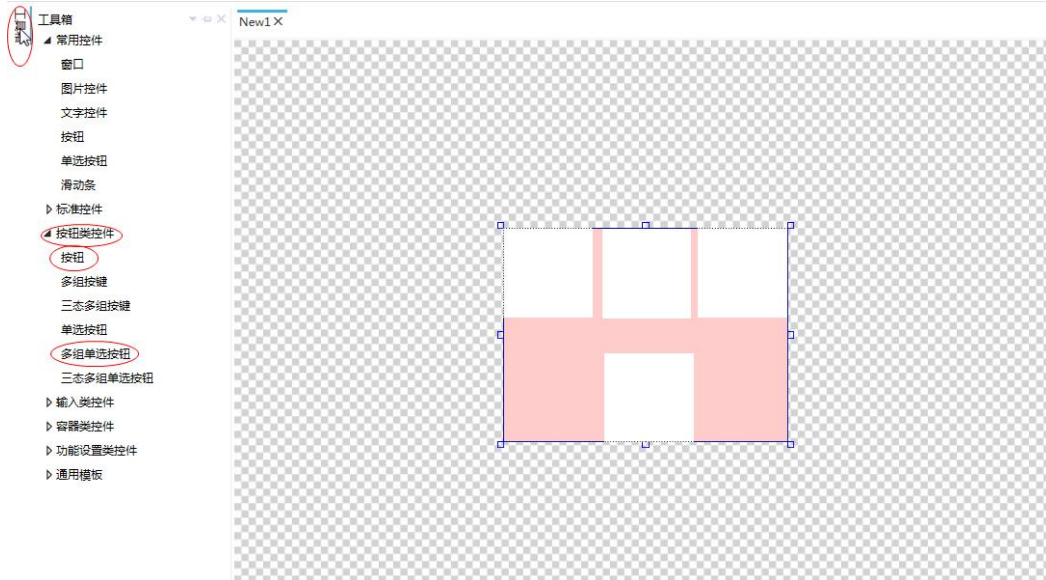

图 7.6 添加控件
1、打开或新建工程，添加三个按钮控件和一个多组单选按钮，如图 7.6 所示。